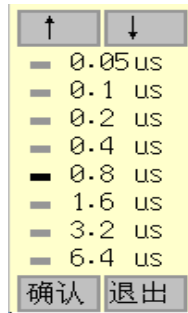

图 4.12 采样周期选择
14. 采样周期：每两个采样点之间的时间间隔，按`确认`键弹出图 4.12 所示的选择界面，共分为 8 档：0.05 $\mu$ s、0.1 $\mu$ s、0.2 $\mu$ s、0.4 $\mu$ s、0.8 $\mu$ s、1.6 $\mu$ s、3.2 $\mu$ s、6.4 $\mu$ s，通常情况下，如果被测对象的声时比较长，则需要选择比较大的采样周期，采样周期的选择方式与测试方式选择完全相同。